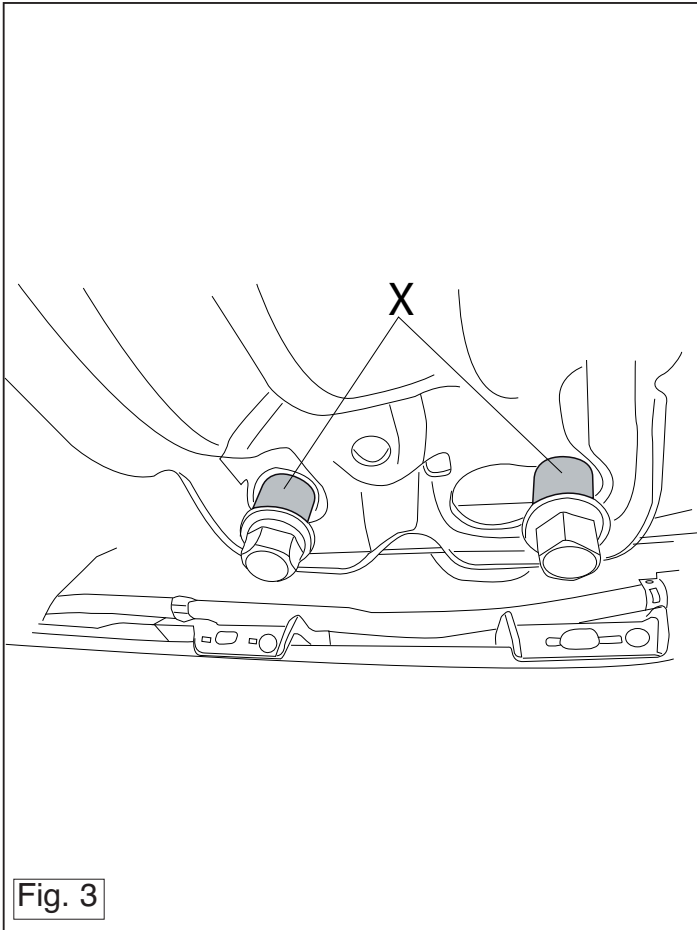

Fig. 3
11. Monter reservehjulet. (Se fig. 3)
11. Montare la ruota di scorta. (Vedere Fig. 3).
11. Montować koło zapasowe. (rys.3).